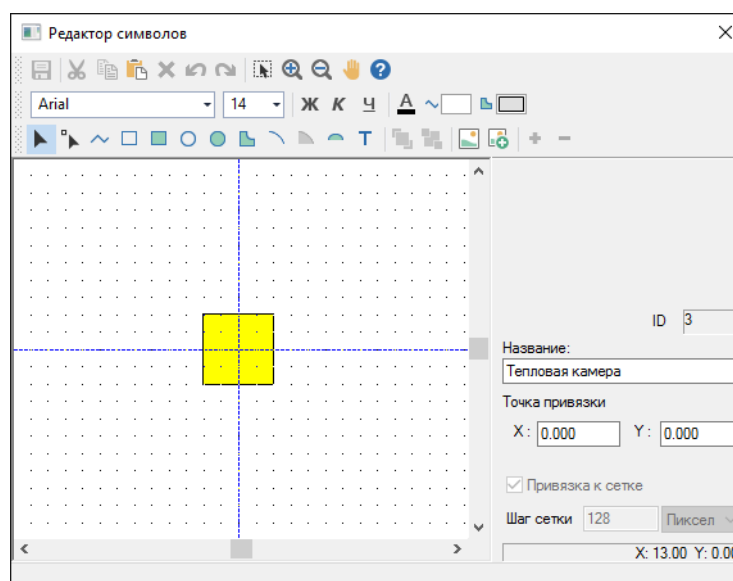

Рисунок 4.22. Окно редактора символов
2. Нажать кнопку Изменить. На экране появится редактор символов, (смотрите Рисунок 4.22, «Окно редактора символов»).